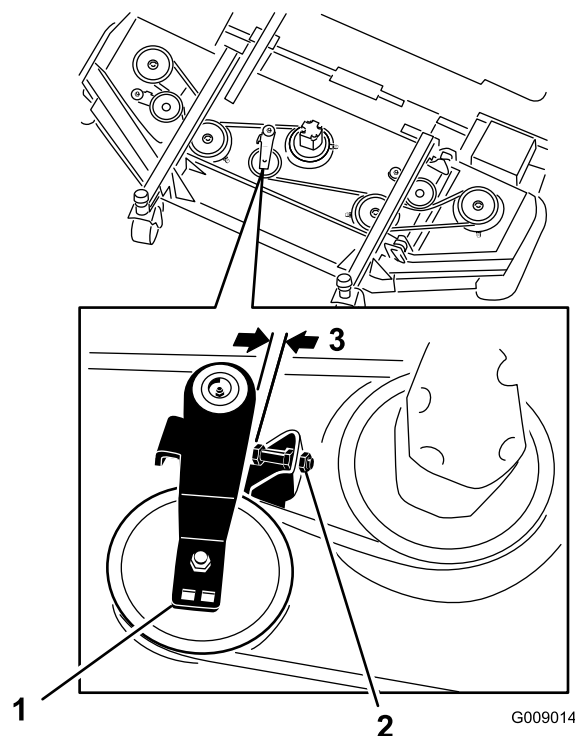

Figura 81
3. En la carcasa delantera, afloje las contratuercas del tornillo de tope de la polea tensora y enrosque el tornillo de tope en el soporte (Figura 81).
4. Con una llave de carraca u otra herramienta similar, aleje la polea tensora de la correa de transmisión para aliviar la tensión de la correa y poderla retirar de las poleas de la carcasa (Figura 81).